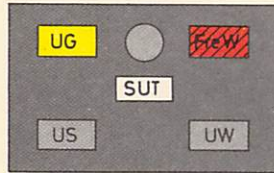

Bild 77
- (9) Wenn der Frequenzwandler gestört ist, blinkt der Frequenzwandlermelder rot (vgl. Bild 77) und der Summer ertönt. Der Umformer für Gleisstromkreise schaltet sich ein.